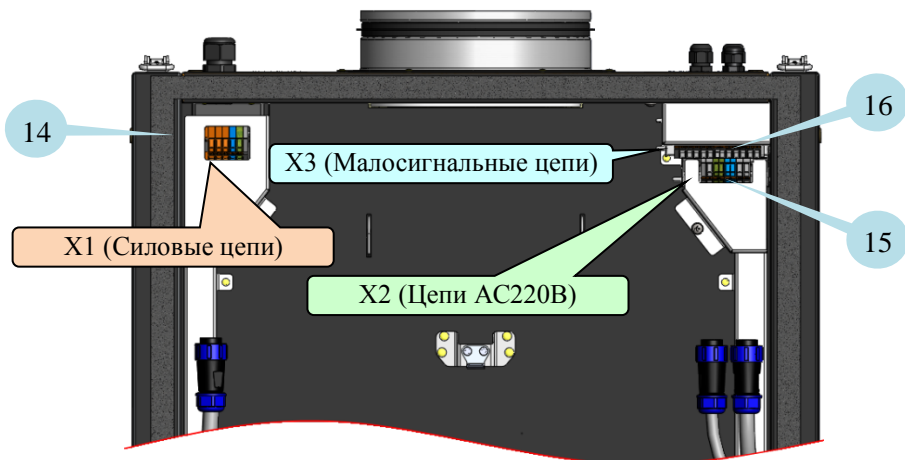

Рис. 2
Внутри корпуса находится основной съёмный блок УВН (2), включающий в себя центробежный вентилятор, керамические нагреватели, плату контроллера, плату управления нагревателями, температурный и «пожарные» датчики. Внутри корпуса также установлены: кассета с пылевым фильтром (3), клапан воздушный (4), электропривод воздушного клапана (5), дифференциальный датчик давления (6). По боковым сторонам корпуса предусмотрены элементы крепления установки под винты М6. Крепить установку можно также с помощью специальных кронштейнов (7). Под основным съёмным блоком (2) установлены клеммные колодки (14, 15, 16) (См. Рис. 2) для внешних подключений. Фиксация пылевого фильтра (3) осуществляется с помощью рычагов (8). Приточный воздух выдается в канал через выходной фланец (13).